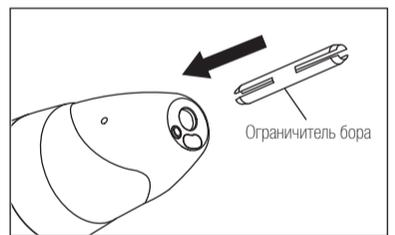

Рис. 2
- 2) Вставьте ограничитель бора в цангу (Рис. 2).